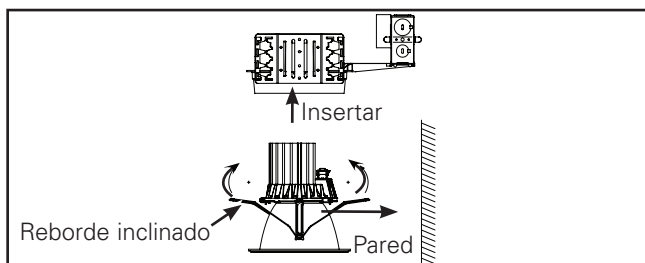

Figura 14.
1. Para la opción de montaje en pared, instale el marco con la caja de derivación hacia la pared. (Figura 14).
2. Para la opción de montaje en pared, instale la unidad de la moldura con el reborde inclinado frente a la pared que desea iluminar. (Figura 14).